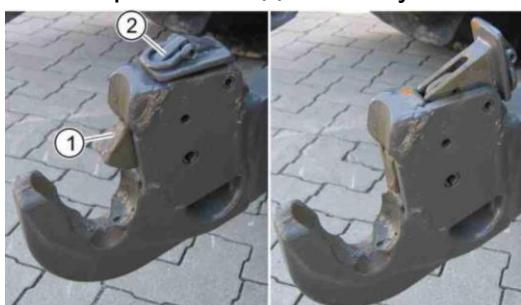

Рис. 32. Нижний рычаг трактора. Слева заблокирован, справа: деблокирован
- С помощью рукояток (2) (Рис. 32) деблокируйте нижние рычаги трактора.